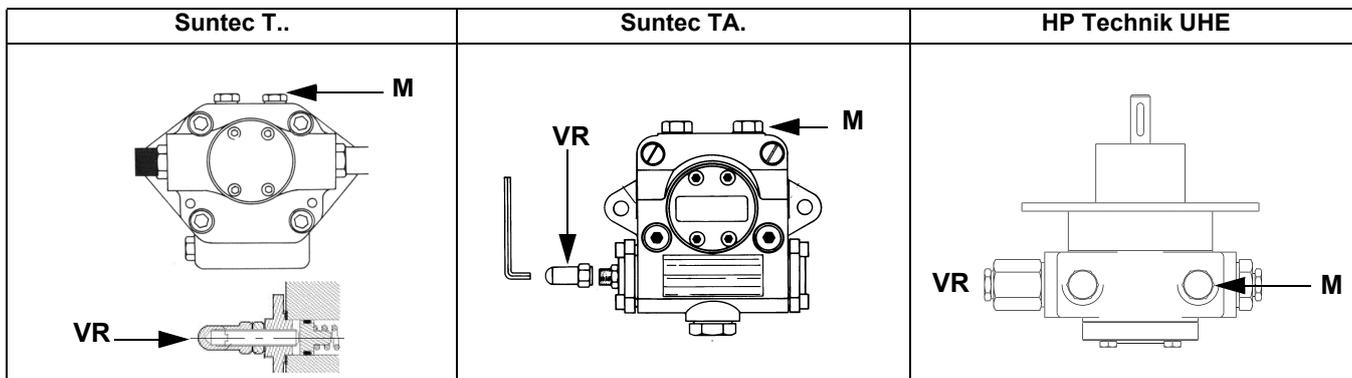
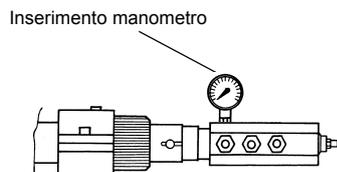

Fig. 9
Fig. 10
- 3 sfiatare l'aria dall'attacco (**M**) manometro della pompa (Fig. 9), allentando leggermente il tappo, senza toglierlo; quindi rilasciare il contattore.
- 5 Solo se necessario, regolare la pressione di alimentazione (vedi relativo paragrafo) nel modo seguente: inserire un manometro nella posizione indicata in Fig. 10 agire sulla vite di regolazione **VR** della pompa (vedi Fig. 9) fino ad ottenere una pressione all'ugello pari a 20 bar (ugelli Monarch o ugelli Bergonzo - vedere grafici a pag. 31);